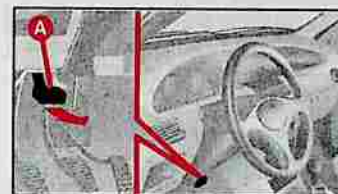

fig. 73
1) Tirer la manette A-fig. 73 (de couleur rouge) dans le sens de la flèche.